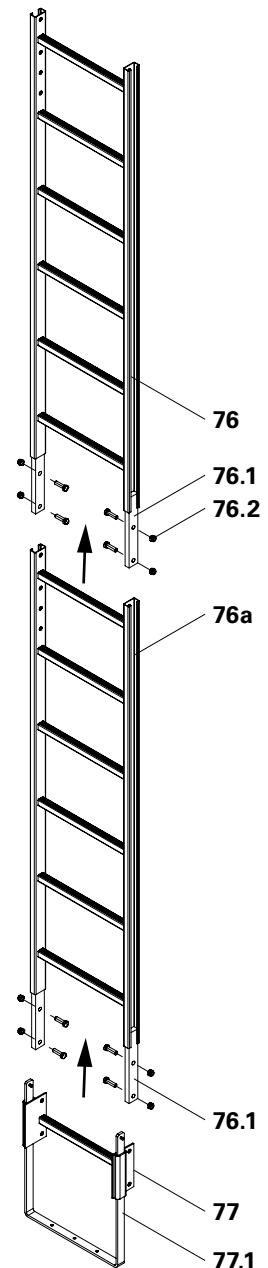

Abb. A9.10
3. Leiterfuß (**77**) in gleicher Weise mit 4 Schrauben M12 x 40 und Muttern am Verbindungsstück der unteren Leiter montieren. (Abb. A9.10)